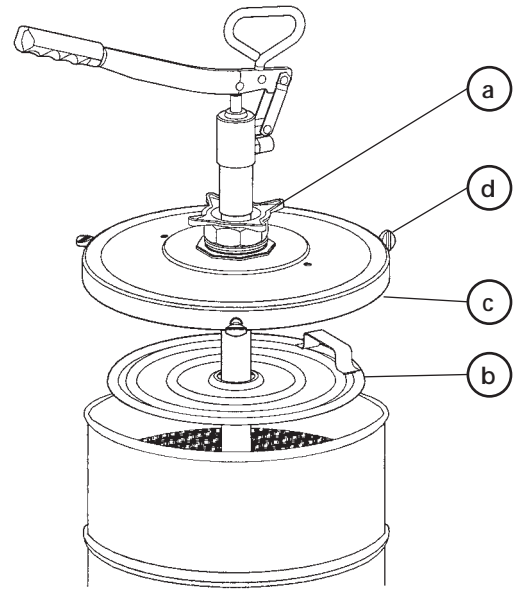

Fig. 3
**Part number 1994** (for 120 lb keg) See figure 3.
**Pour le modèle 1994** (pour seaux de 20 Kg), voir fig.3.